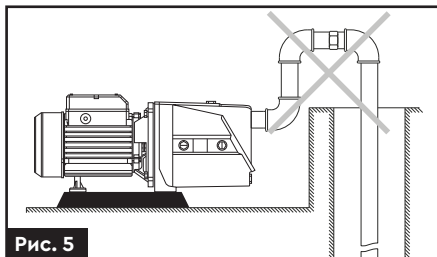

Рис. 5
- › На вхідному трубопроводі має бути якомога менше вигинів для безперешкодного проходження води у вхідний отвір насоса (рис. 5).